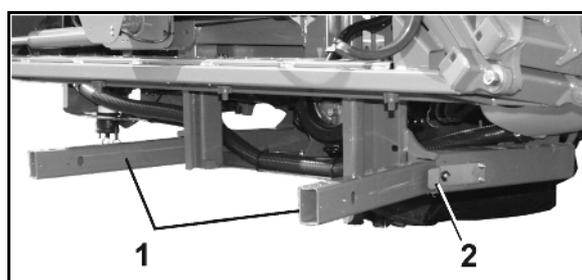

Fig. 38
- Antes de estacionar la máquina, desplegar el apoyo (Fig. 38/1) soltando primero el cerrojo (Fig. 38/2).